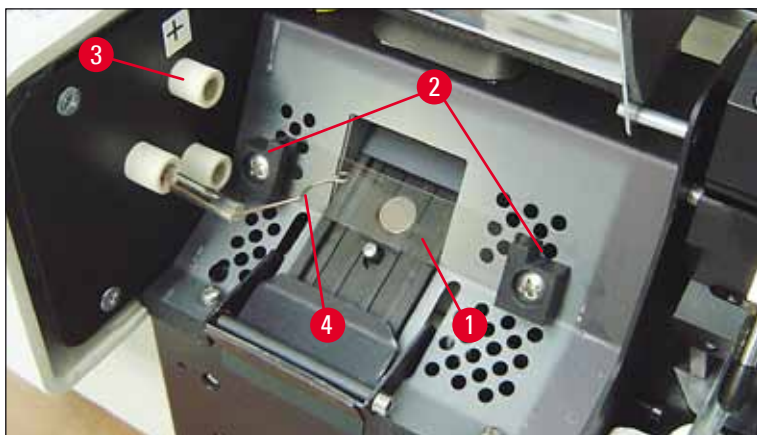

Fig. 20
5. Assicurarsi che la linguetta di contatto (→ "Fig. 19-2") venga rimossa dal filo di accensione (→ "Fig. 20-4") della lampada (vedere anche (→ "Fig. 20") e (→ "Fig. 21-1")).